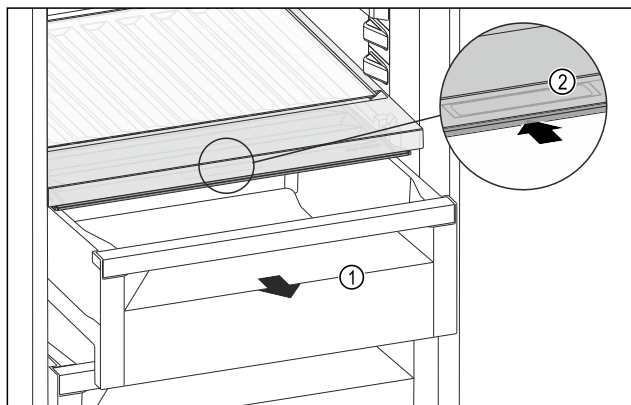

Fig. 110
- ▶ Wyciągnąć szufladę Fig. 110 (1).
- ▶ Chwycić uchwyt wpuszczany Fig. 110 (2) na pokrywie komory i przesunąć pokrywę jednocześnie do tyłu.